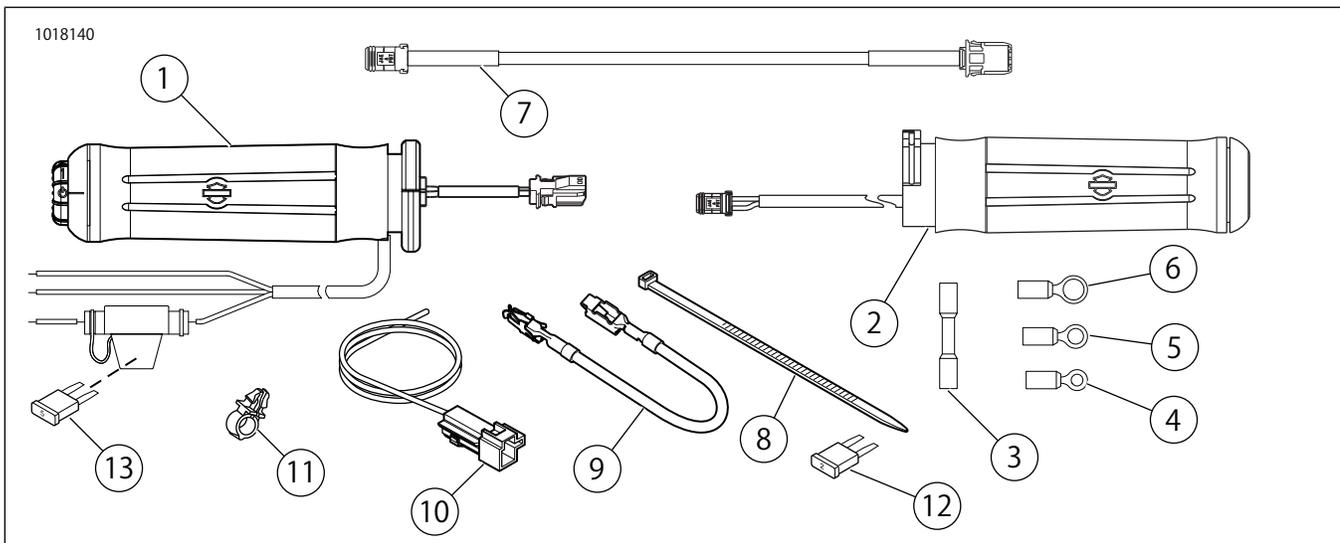

図22。交換用パーツ、ヒートッドハンドグリップキット
- 「図22」を参照してください。キットから正しいリングターミナル(4、5または6)を選び、シルバーターミナルスタッド(赤色配線)を回路ブレーカーに装着します。
2. 「図22」を参照してください。B+コネクタにキットのアダプターハーネス(10)を挿入します。
「図22」および「表1」を参照してください。